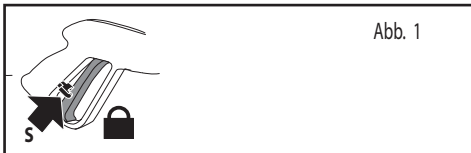

Abb. 1
Bei jedem Stillstand der Maschine muß die Sicherheitsverriegelung (S) auf der Pistole unbedingt betätigt werden. Dadurch werden ungewollte Inbetriebnahmen vermieden (Abb. 1).